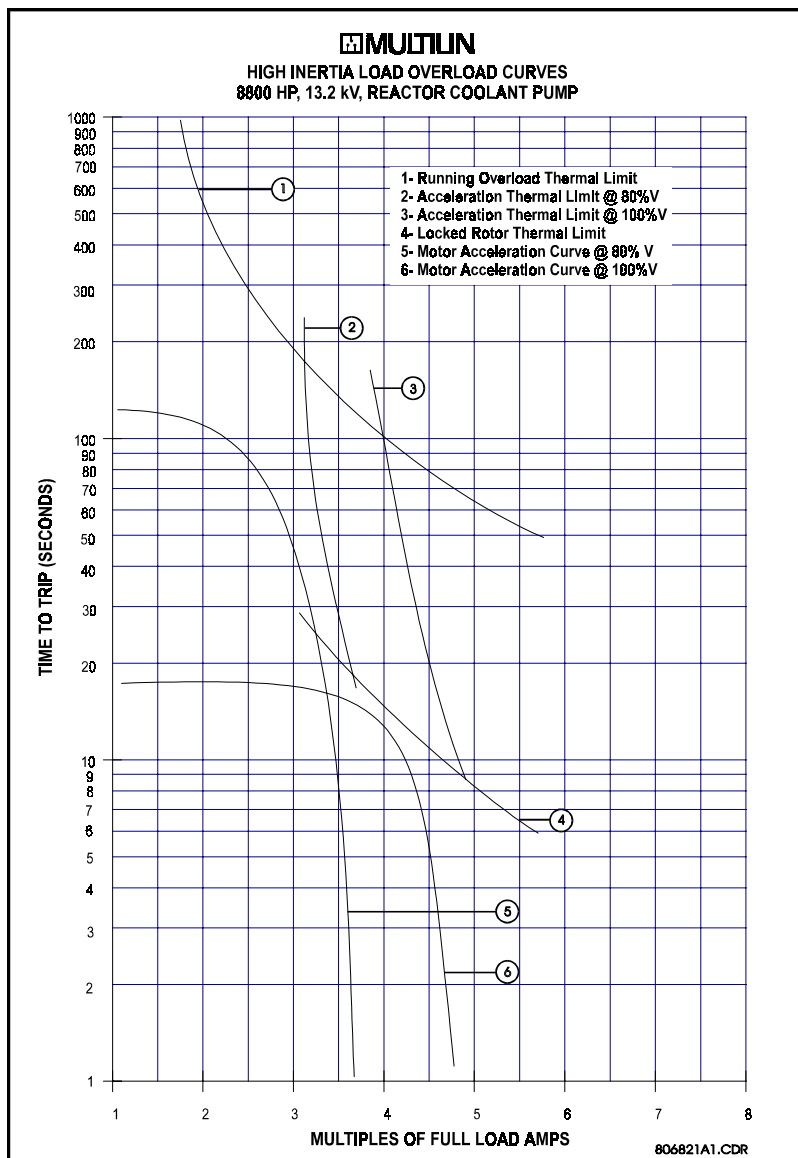

Figura 4-10 LIMITES TERMICOS PARA CARGA DE ALTA INERCIA
**EJEMPLO:** Para ilustrar la función Curva de Sobrecarga Dependiente de Voltaje, los límites térmicos de la Figura 4-10 serán usados.